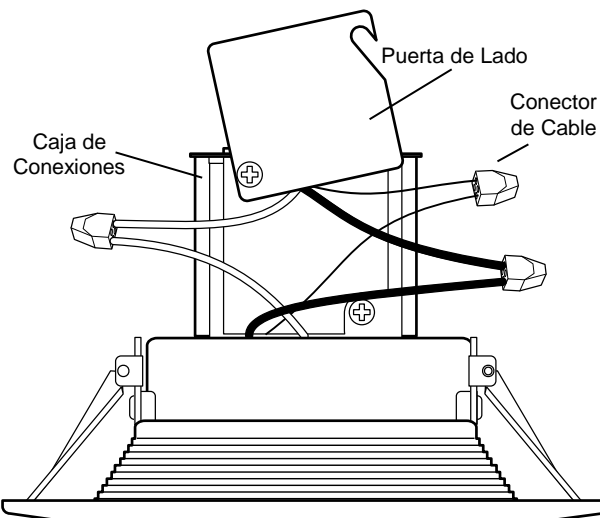

Fig. 3
4. Abra la puerta de lado de la caja de conexiones. Si está utilizando un cable BX, retire uno de los detalles redondos ubicados en la parte superior o laterales de la caja de conexiones. Si está utilizando un cable de NM, quite un detalle rectangular en la parte posterior de la caja de conexiones. Inserte 5 o 6 pulgadas del cable NM en la caja de conexiones a través de una de las ranuras para alivio de tensión. (Fig. 3)
5. Retire al menos 3" de la vaina externa del cable y la envoltura plástica o el papel de embalaje. Pele aproximadamente 3/8" de aislamiento de los extremos de los cables de alimentación. Usando los conectores de cable, haga las siguientes conexiones de cables dentro de la caja de conexiones (Fig. 3):